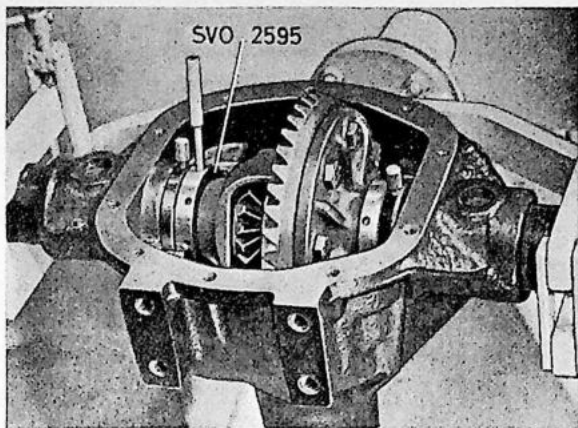

Fig. 4-114. Afstelringen van het differentieelhuis
1. Vet de binnenkant van de afstelringen SVO 2595 in, en zet ze op het differentieelhuis. De ring met de zwartgeoxideerde stelring moet aan de kroonwielkant komen. Vet ook de lagerligplaats in het ashuis in. Plaats het differentieelhuis met de stelringen in het achterashuis; zie Fig. 4-114. Gebruik de meetklok en stel de ringen zo af dat de juiste speling 0,10—0,20 mm (0.004"—0.008") wordt verkregen. Zet de borgschroeven in de stelringen vast.